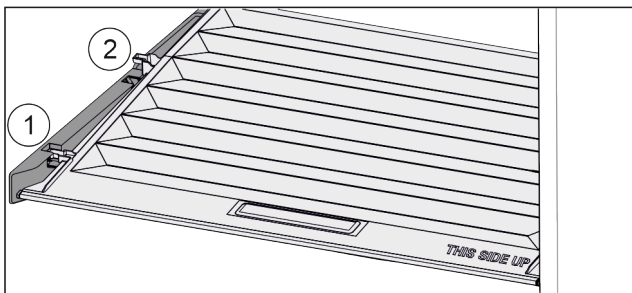

Fig. 89
- ▶ Pokrov povlecite naprej Fig. 89 (1) do odprtine v držalnih delih.
- ▶ Zadaj ga od spodaj dvignite in odstranite Fig. 89 (2) navzgor.